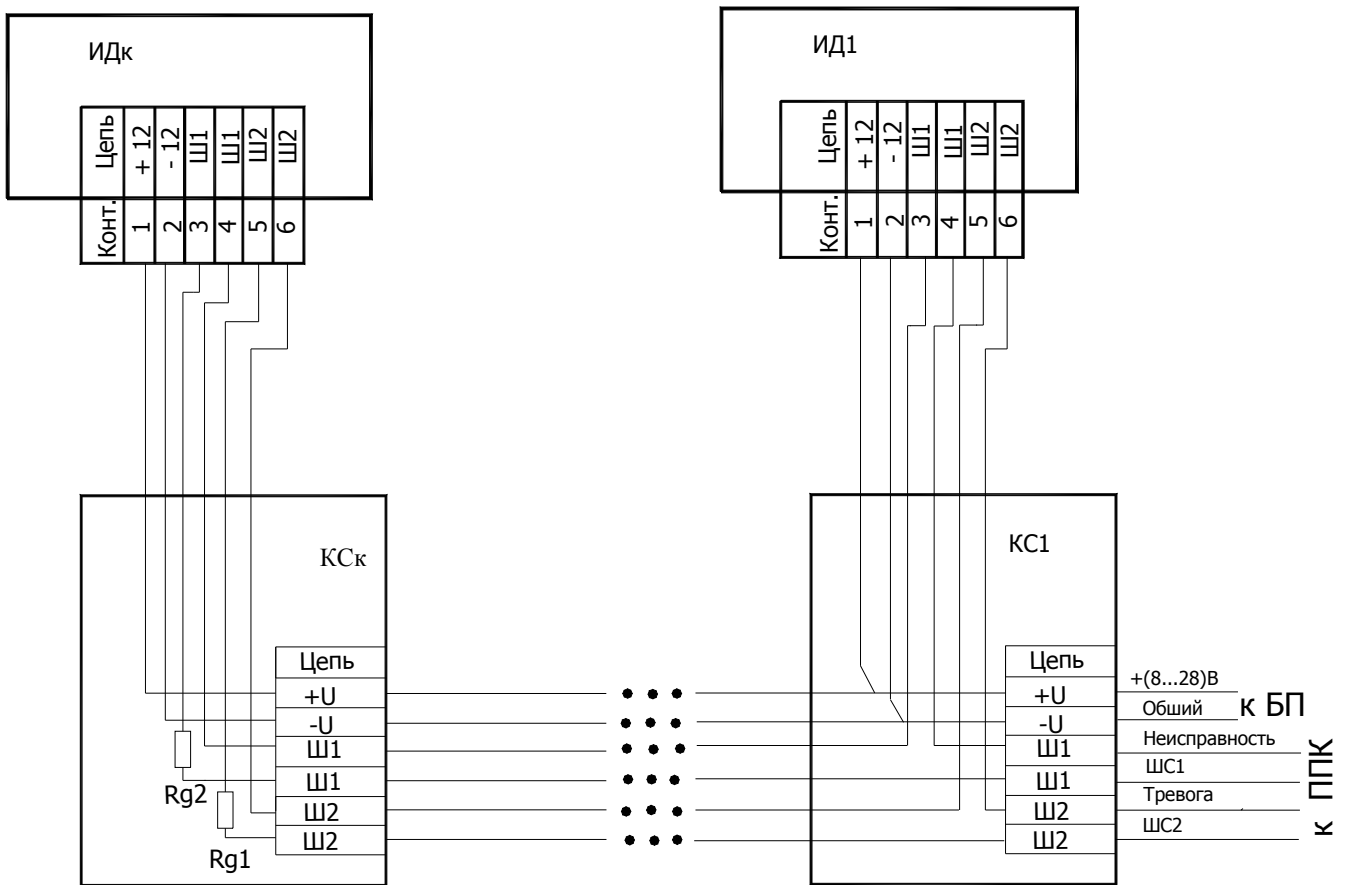

Рисунок 1.6 Схема последовательного соединения нескольких извещателей ИД1...ИДк (монтажное ИЛИ) с использованием соединительных коробок КС1...КСк.
1.5.7 Возможно последовательное соединение нескольких извещателей при одиночном включении (рис.1.6). В этом случае извещатели включаются в шлейфы ТРЕВОГА и НЕИСПРАВНОСТЬ по схеме «**монтажное ИЛИ**».